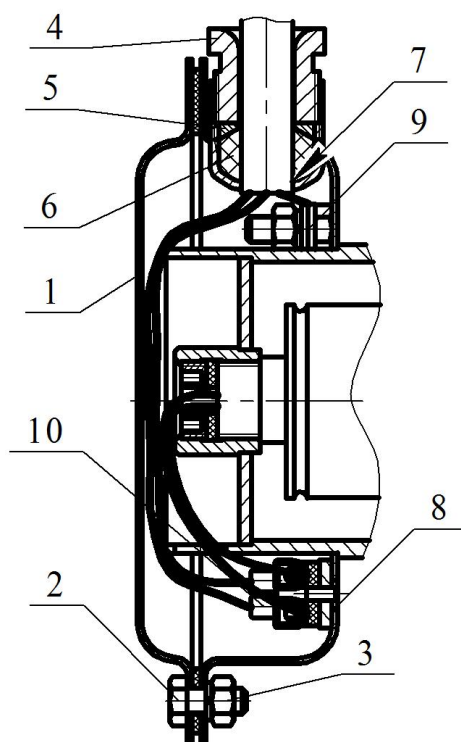

Рисунок 2
2.1.2 Произвести монтаж вводной коробки МПП (см. рисунок 2).